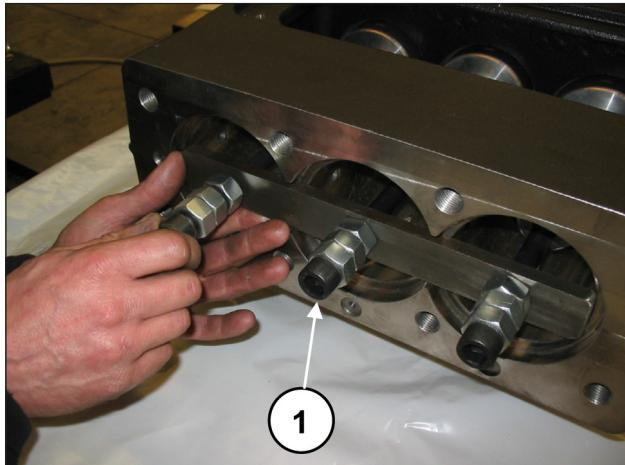
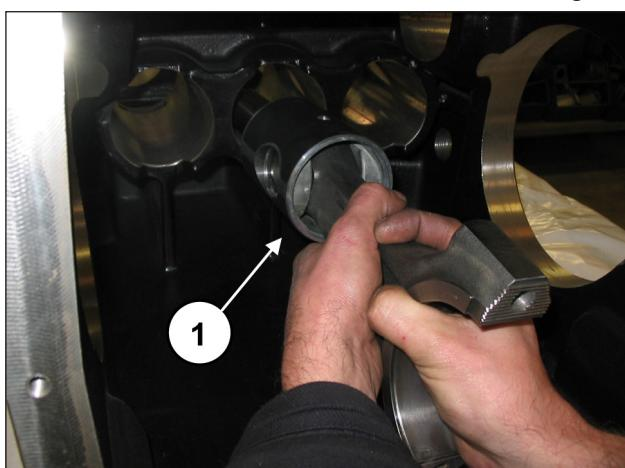

Fig. 40
Fig. 41
Prossiga com o desapertar dos parafusos da ferramenta, cód. 27566200, para desbloquear as hastes (pos. ①, Fig. 40) e, em seguida, extraia os grupos da haste-guia do pistão da abertura posterior do cárter (pos. ①, Fig. 41).
Depois de ter verificado a limpeza correta do carter, insira o grupo da semi-haste-guia do pistão no interior das varas do carter (pos. ①, Fig. 41).
Bloqueie os três grupos da ferramenta adequada, cód. 27566200 (pos. ①, Fig. 40).
Remova a ferramenta para o bloqueio da haste, cód. 27566200 (pos. ①, Fig. 40) e deslize as hastes para dentro até entrar em contato com o eixo de manivela.